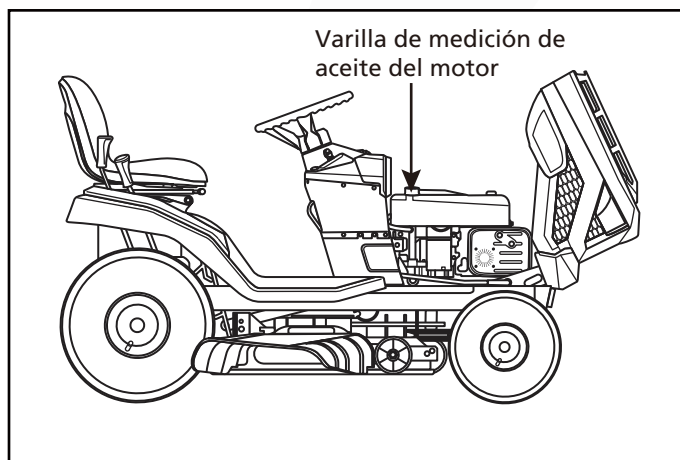
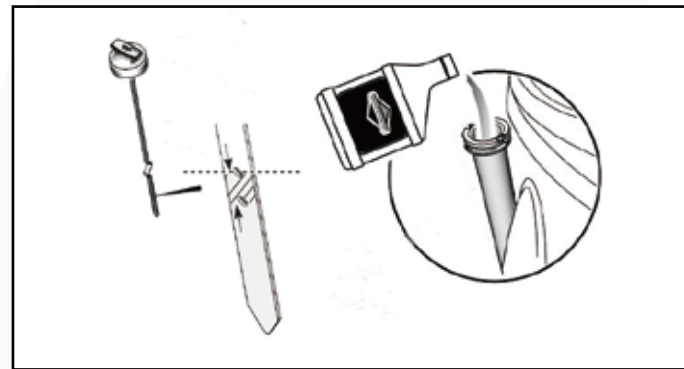

Fig. 12
Fig. 13
3. Remueva la varilla del aceite (Fig. 12 y Fig. 13). Limpie el resto del aceite de la varilla del aceite.
8. Si el nivel de aceite está BAJO (LOW), agregue aceite al tubo de llenado de aceite. (Fig. 13)